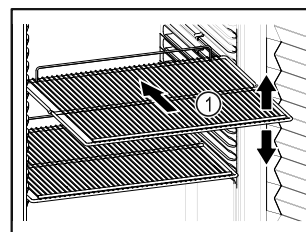

Fig. 75 Приблизне відображення
- Якщо решітки для зберігання Fig. 75 (1) знімні, відрегулювати по висоті.